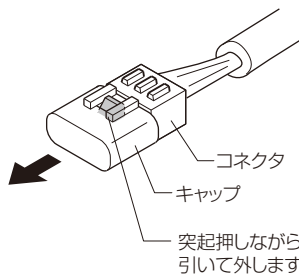

図4-2
①コネクタ付電源ケーブルのコネクタからキャップを取外してください。(図4-2参照)
②コネクタ付電源ケーブルのコネクタ先端部をLED照明本体背面から入れ、開口穴部